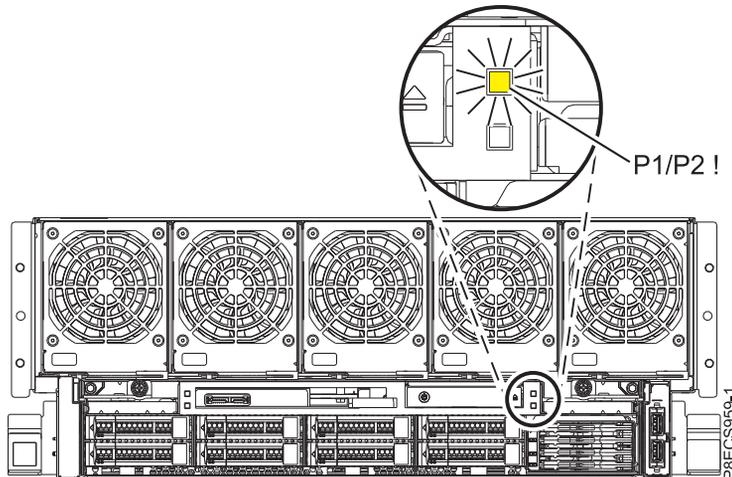

Abbildung 1. Fehler-LED P1/P2 ! an der Vorderseite des Systems vom Typ 8408-E8E.
- Beachten Sie den Status der Fehler-LED **P1/P2 !**, die sich an der Vorderseite Ihres Systems befindet, wie in Abb. 1 auf Seite 3 gezeigt.